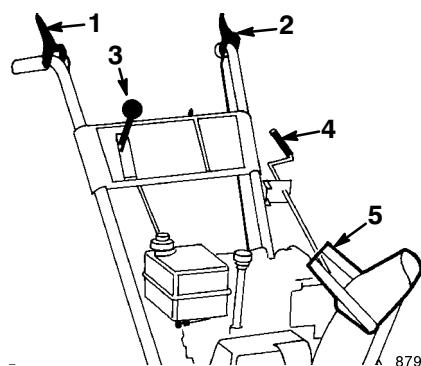

Figure 15
- **Commande de tarière/roue hélice** (Fig. 15)—Pour embrayer la tarière et la roue hélice, serrez la manette contre la poignée de droite du mancheron de droite. Pour les débrayer, lâchez la manette.
- **Commande de traction** (Fig. 15)—Pour embrayer la traction (entraînement des roues), serrez la manette contre la poignée du mancheron de gauche. Pour arrêter la traction, lâchez la manette.
- **Changement de vitesse** (Fig. 15)—Cette commande offre cinq vitesses : deux de marche arrière et trois de marche avant. Pour changer de vitesse, placez le levier dans la position souhaitée. Le levier s'engage dans un cran pour chaque vitesse choisie.
- **Commande d'orientation de l'éjecteur** (Fig. 15)—Tournez la commande d'orientation dans le sens des aiguilles d'une montre pour déplacer l'éjecteur vers la gauche, ou en sens contraire pour le déplacer vers la droite.
- **Poignée du déflecteur** (Fig. 15)—Déplacez la poignée du déflecteur vers l'avant pour rejeter la neige plus bas ou vers l'arrière pour la rejeter plus haut.
- Relâchez les manettes de commande de traction et de tarière/roue hélice (Fig. 15).